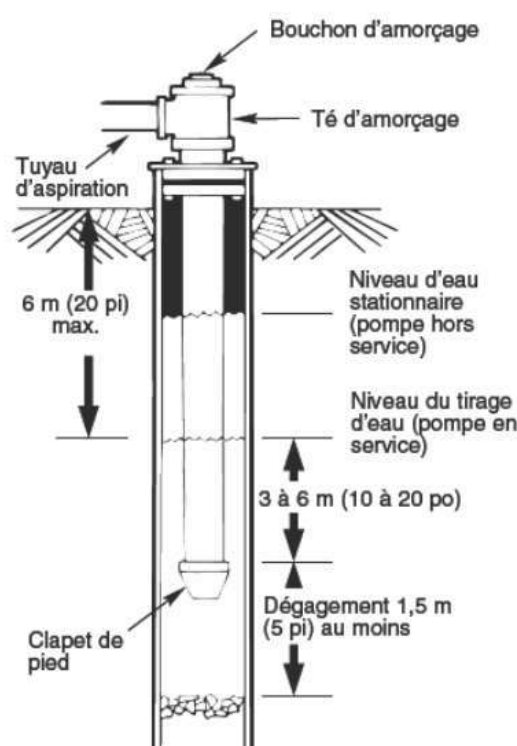

Figure 1 - Installation de puits cuvelé/creusé
5. Avec un clapet de pied, il est conseillé d'utiliser pour l'amorçage une connexion en té et un bouchon. (Fig.1)
AVIS: Pour les longs chemins de câblage à l'horizontale, monter une connexion d'amorçage en té entre le clapet de retenue et la tête du puits (Fig. 1). Pour les installations par points de puisage menés, installer un clapet de retenue sur la tuyauterie. Vérifier si la flèche indiquant le flux du débit sur le clapet de retenue est orientée en direction de la pompe.